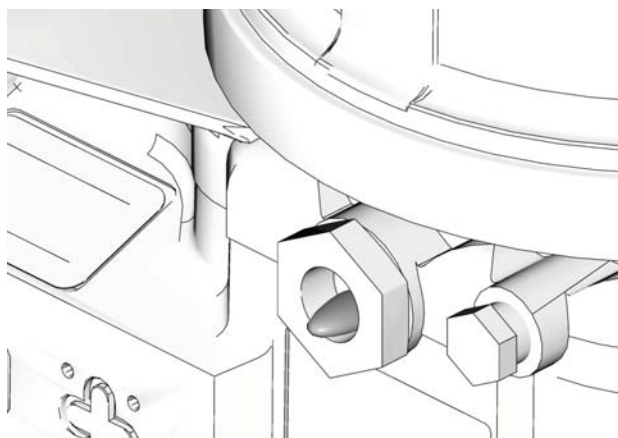

FIG. 19
2. Haga funcionar la bomba únicamente hasta que no suministre más aire con lubricante saliendo del accesorio del elemento (FIG. 19).